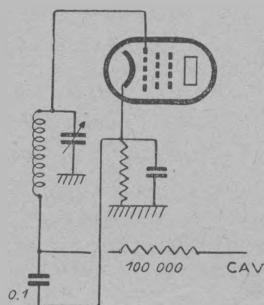

Fig. 62.
6. Le rendement est insuffisant en O. C. — Tout ayant été vérifié dans le poste, l'alignement ne laissant rien à désirer, nous pouvons essayer de faire le retour d'antifading directement aux cathodes des lampes correspondantes et non plus à la masse, comme en figure 62. Nous essayerons de doubler le condensateur de découplage de 0,1 par un condensateur au mica de 1.000 à 2.000 centimètres (ce qui revient à réduire l'antifading).